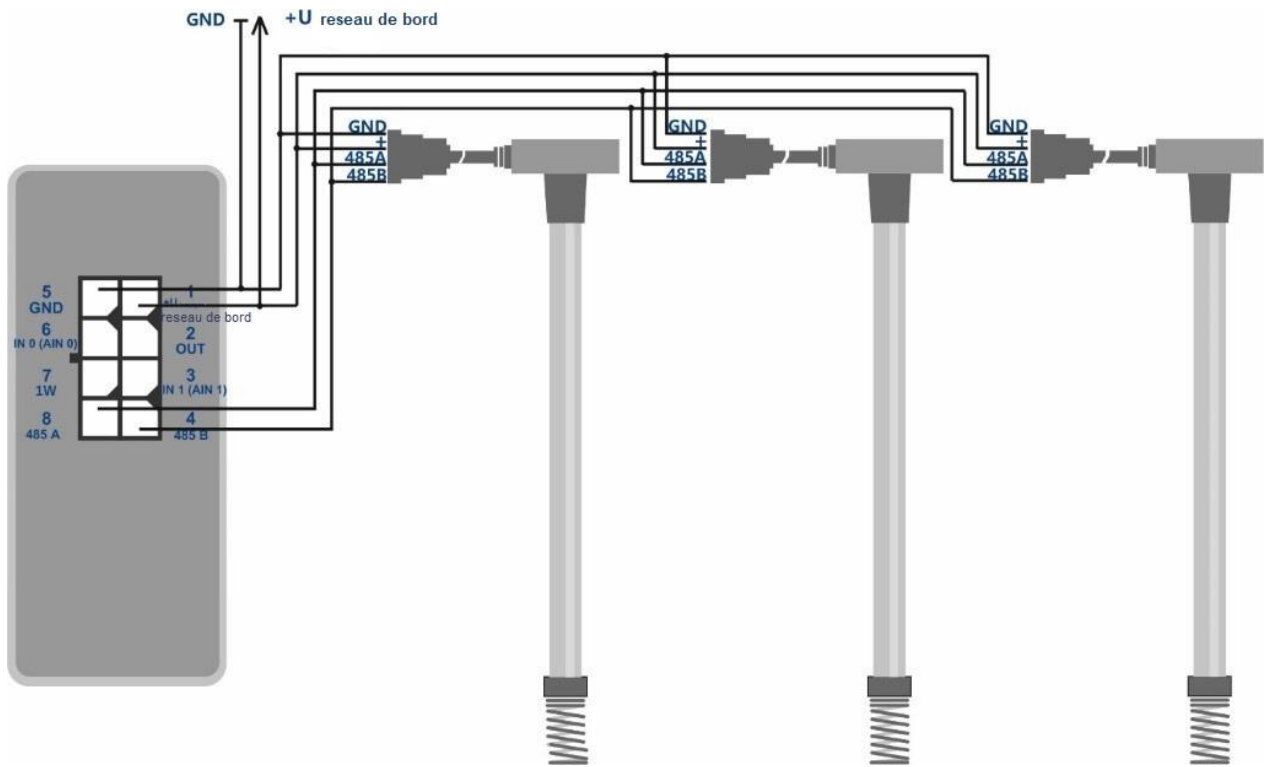

Figure 11 - Schéma de connexion du capteur de niveau de carburant
2. Connectez les lignes A et B aux broches 8 et 4 du connecteur du traqueur, respectivement. Le schéma de connexion est illustré à la figure 11.
- connectez les capteurs de température à 1-Wire conformément au schéma illustré à la Figure 11;